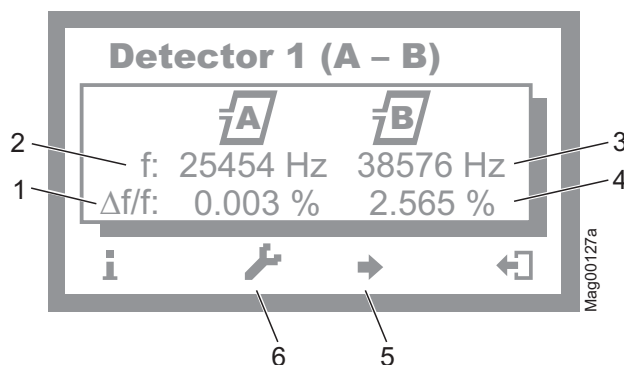

Imagen 55: Ejemplo "vista Menú Detector 1 (A-B)"
3. Pulsar la tecla izquierda hasta que aparezca el menú "Detector 1 (A-B)". → Véase página 147, Imagen 55.